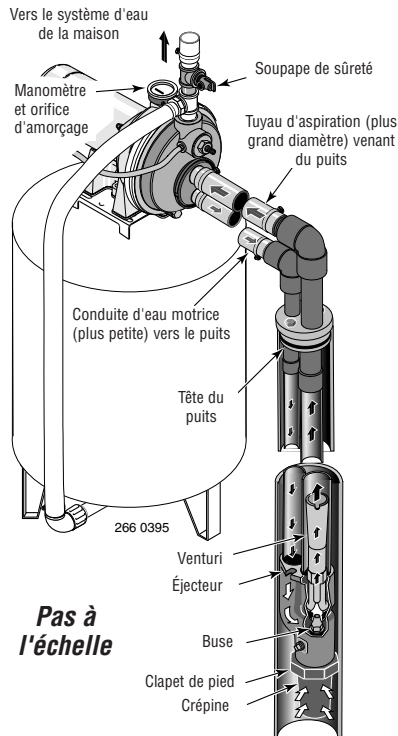

Figure 10 : Puits profond de 4 pouces et de plus grand diamètre
PUITS DE 4 POUCES DE DIAMÈTRE OU PLUS GRAND (Figure 10)
- 2 ° Assembler le nécessaire d'éjecteur FP4800 et 29660 (vendu séparément). Voir la Figure 10. Suivre les instructions fournies avec le nécessaire de façon à assortir la buse et le venturi en fonction des conditions du puits.